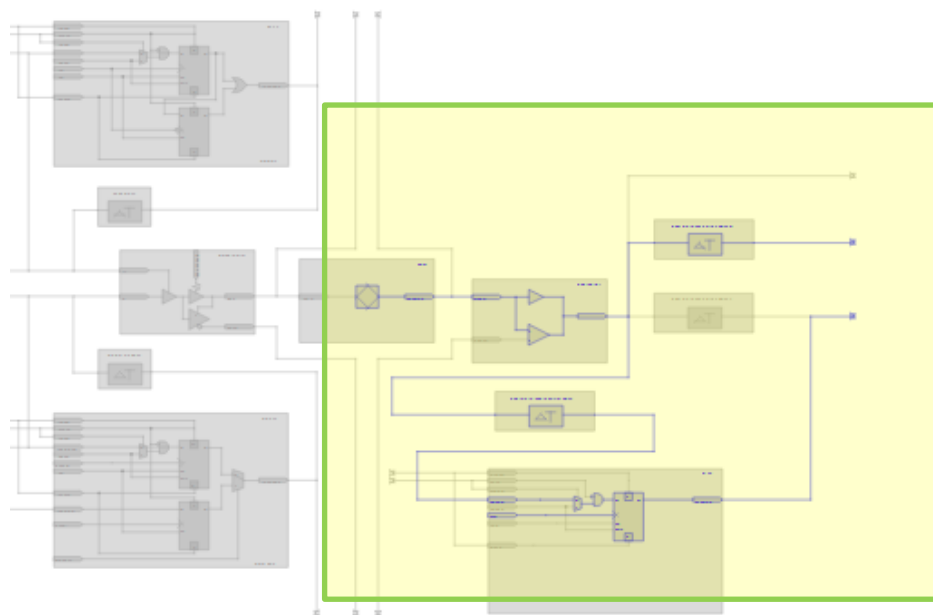

Рис. 79 Просмотр прохождения сигнала SW2 через цепи блока ввода-вывода микросхемы
14.9. Выберите сигнал **SW[2]** (pin 46), нажмите правую кнопку мыши и выполните **Locate=> Locate in Resource Properties Editor**. Видно, что сигнал с вывода **SW[2]** проходит к внутренним цепям микросхемы через триггер блока ввода-вывода (рис. 79)